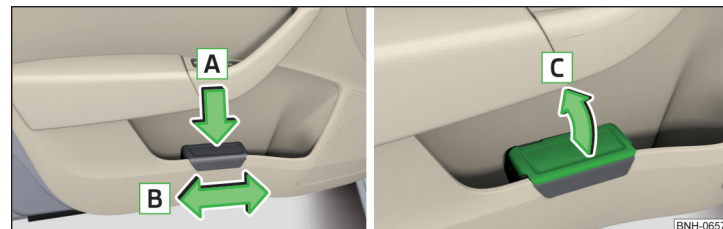

Fig. 81 Recipientul pentru reziduuri: introducerea sau deplasarea/deschiderea
- ▶ Împingeți recipientul pentru resturi în partea posterioară în sensul săgeții **A** » fig. 81.
- ▶ Scoateți recipientul pentru resturi în sens contrar săgeții **A** » fig. 81.
- ▶ Ridicați capacul în sensul săgeții **C** » fig. 81.